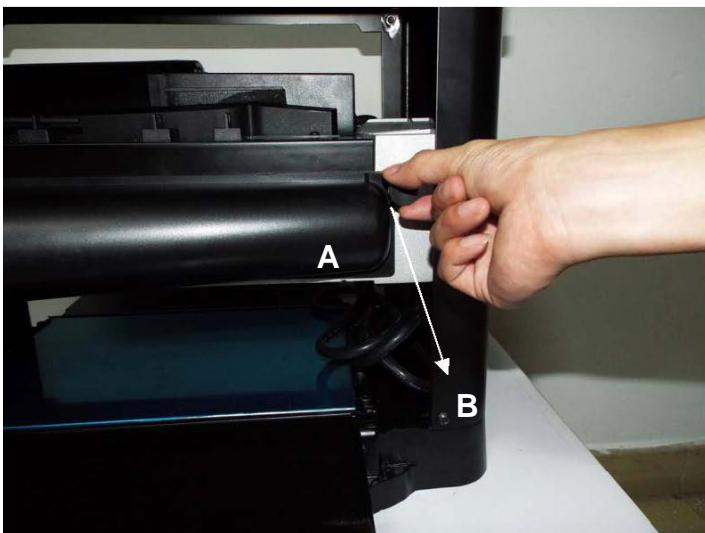
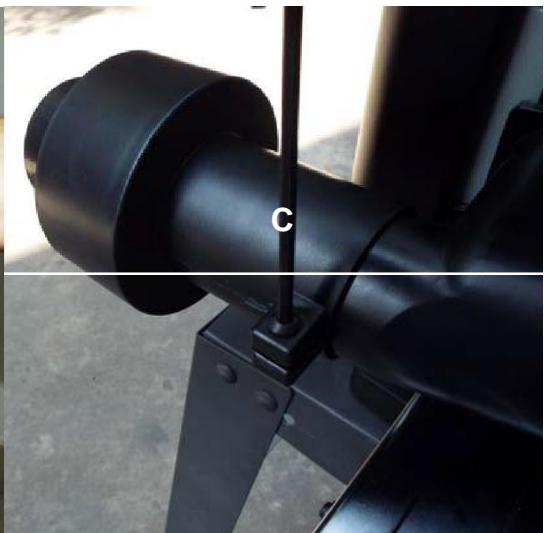

ABB. 2A
ABB. 2B
1. Installieren Sie den 50 mm-Absauganschluss (A) mit den beiden Flügelschrauben (B) hinten an der Hobelmaschine. Siehe Abb. 2A. Gegebenenfalls montieren Sie den 63,5 mm- und 100 mm-Adapter für den Absaugschlauch mit dem mitgelieferten Sechskantschlüssel (C). Siehe Abb. 2B.